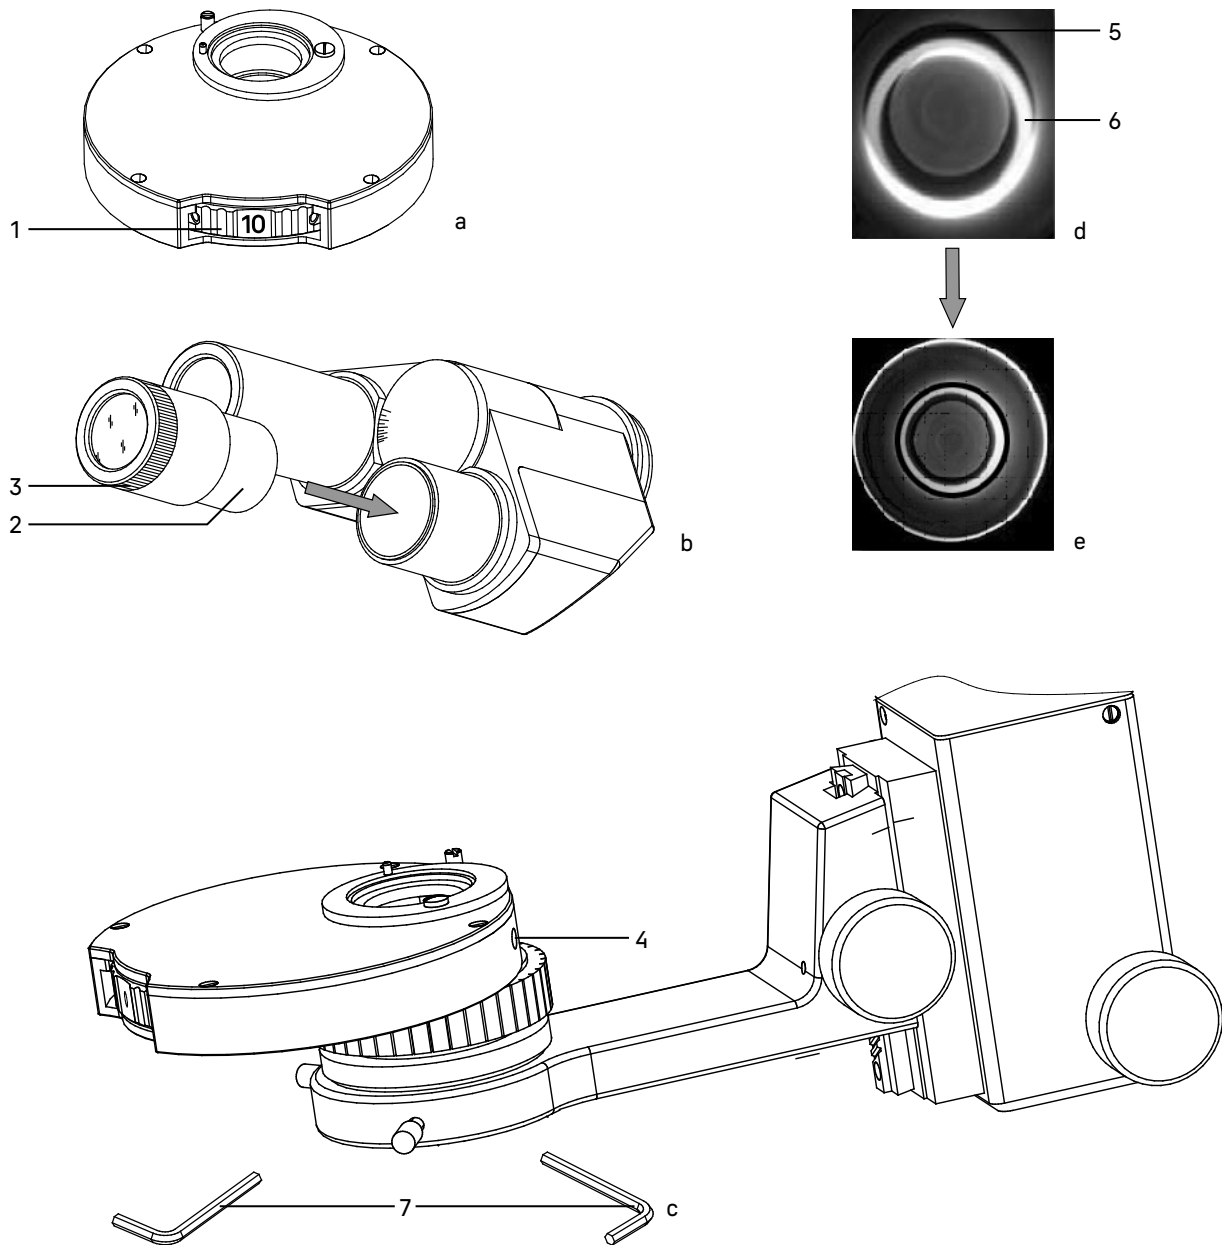

Рис. 19. Настройка фазово-контрастного устройства
1. Введите в ход лучей фазовый объектив 10х из комплекта микроскопа. Введите в ход лучей соответствующее фазовое кольцо конденсора – поверните диск 1 конденсора так, чтобы в окошке появилась цифра «10» (рис. 19а). Отрегулируйте высоту конденсора так, как показано на рис. 7.
5. В режиме работы по методу фазового контраста кольца 5 и 6 должны совпадать. Если они не совпадают, нужно отцентрировать кольцо диафрагмы при помощи винтов 4, которые регулируются ключами-шестигранниками 7. Изображение должно соответствовать рис. 19е.